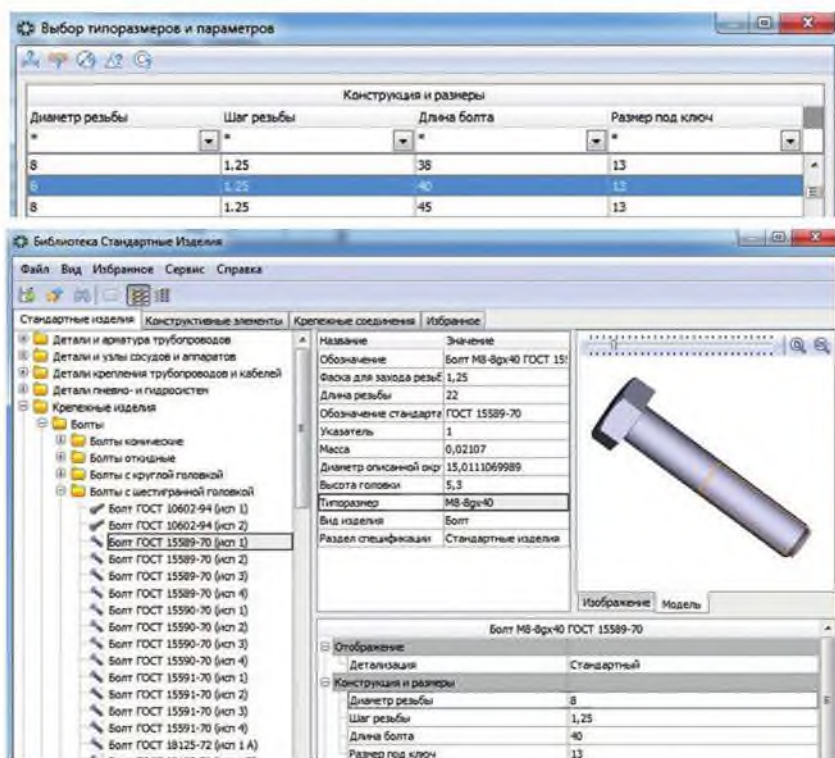

Рисунок 12.11 Выбор стандартного изделия «Болт»
2. В окне *Стандартные изделия* открыть папку *Болты* и выбрать нужный вариант: Болт ГОСТ 15589-70 (исп. 1) с диаметром резьбы 8 мм (рисунок 12.11). Длина болта (40 мм) зависит от общей толщины соединяемых деталей.